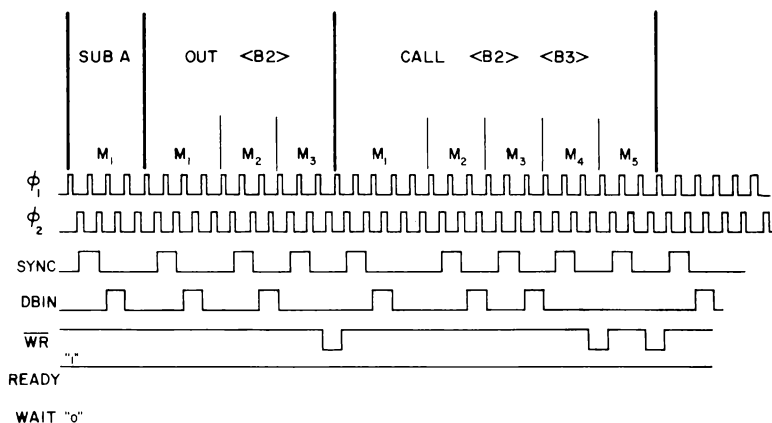

Fig. 6-9. Gli ingressi del clock a due fasi e molti dei segnali d'ingresso e di uscita che si trovano sul microprocessore 8080.
- Il clock a due fasi dell'8080 e parecchi ingressi e uscite di controllo (Fig. 6-9).